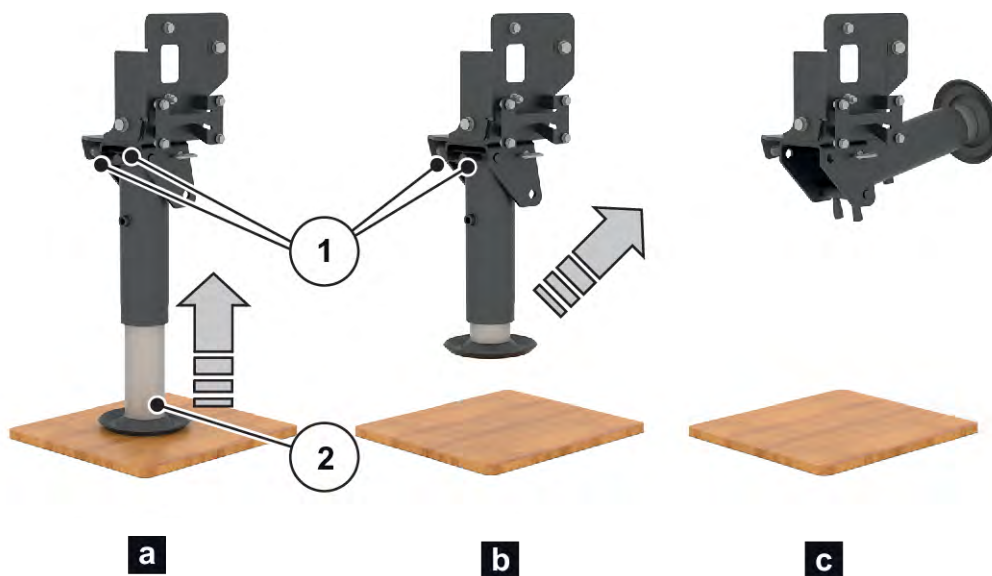

Рис. 25: Відкидання опорної стійки
- ▶ Відкиньте опорну стійку. Див. *Рис. 25 Відкидання опорної стійки*